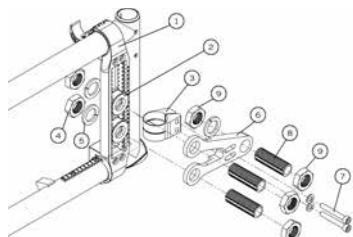

Fig. 42
- Installez la plaque de montage (1) (fig. 42) en refermant les brides sur le cadre.
- Insérez un second réceptacle d'essieu (2) sur la plaque d'essieu.
- Installez la bride arrière (3) à l'arrière du cadre.
- Insérez les essieux (8) à travers la plaque d'axe (6) et dans les deux récepteur d'essieux (2).
- Fixez avec la vis et la rondelle (4) (5).
- Insérez deux vis (7) dans la plaque d'essieu pour amputé par la bride de montage et serrer.
- Insérez le réceptacle d'essieu (8) dans la plaque d'extension pour amputé et serrer les écrous (9).